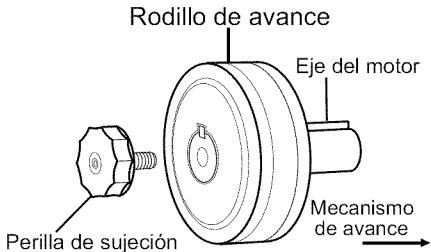

Figura 6. Rodillo alimentador
Antes de instalar cualquier alambre soldador en la unidad, deberá colocar la ranura del tamaño adecuado en posición en el mecanismo de avance del alambre. Refiérase a la Figura 6.
4. Localice el costado del rodillo de alimentación que esté estampado con el mismo diámetro del alambre a instalar (ver Figura 6). Inserte el rodillo en el eje del motor. Asegúrese que el lado estampado con el diámetro del alambre deseado no se encuentre hacia usted.